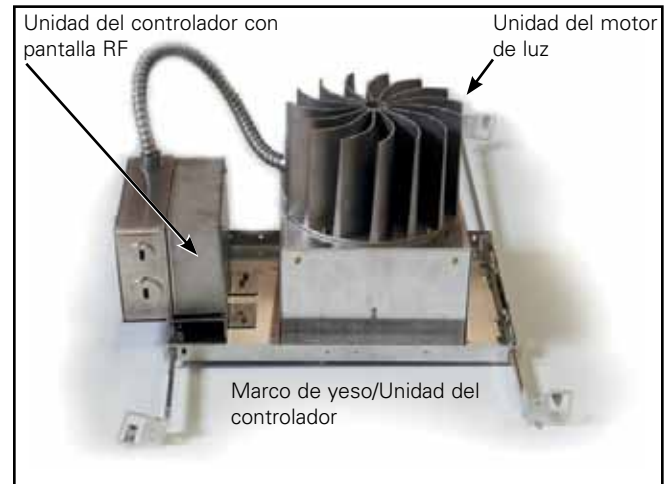

Figura 1. Sistema de iluminación LED F6MRI
- Figura 1. Sistema de iluminación LED F6MRI31